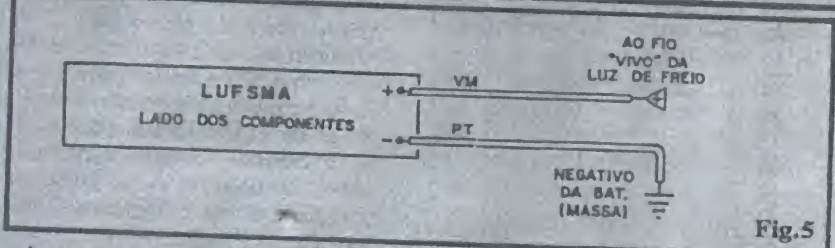
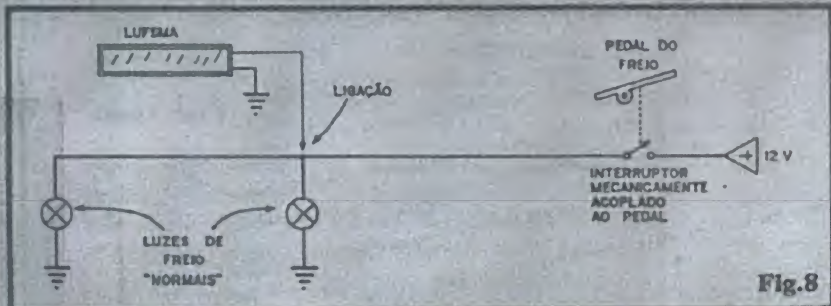

Fig.5
Fig.8
- FIG. 5 - CONEXÕES EXTERNAS À PLACA - LIGAÇÕES DE INSTALAÇÃO FINAL DA LUFMSA - São apenas dois os fios que vão da placa ao circuito elétrico original do veículo... Do ponto (-) da LUFMSA (a placa é vista, na figura, ainda pelo lado não cobreado...) um cabo (de preferência preto, como é convencional) deve ser ligado à "massa" ou chassis (negativo da bateria...) e do ponto (+) um cabo vermelho será levado ao terminal "vivo" de uma das lâmpadas de freio normais do veículo (aquele que recebe os 12V positivos quando o pedal é acionado...). As ligações de instalação final serão abordadas, ainda mais à frente (fig. 8).
- FIG. 8 - EXPLICANDO A ANEXAÇÃO DA LUFMSA AO SISTEMA DE "AVISO DE FREIAGEM" JÁ EXISTENTE NO VEÍCULO - O diagrama mostra o que "já existe" no ve-
culo, formado pelo par de luzes "normais" de freio, interruptor acoplado ao pedal, etc., juntamente com a conexão (muito simples) da LUFEMA... Notem que, com exceção da conexão de "massa" (negativo), a LUFEMA precisa apenas de ter um cabo ligado ao terminal "vivo" de uma (qualquer das duas...) lâmpada normalmente acionada pelo pedal do freio... É muito fácil acessar esse terminal, simplesmente removendo provisoriamente a cobertura, por dentro do porta-malas (ou do próprio compartimento do motor, no caso de carros com motor traseiro...), com o que ficará visível a parte traseira (conexões) do conjunto formado pelas lanternas, luzes de direção e luzes de freio. Identifique-se experimentalmente qual terminal corresponde à luz de freio (basta acionar o pedal, e verificar se a LUFEMA dá o seu aviso luminoso em sequencial convergente, ou não...) e pronto! Basta fazer a conexão definitiva, bem isolada e firme, puxando o fio pelo conveniente "caminho", passando-o pela tampa que normalmente existe atrás do banco traseiro do veículo! A ligação de "massa" poderá ser feita, com cabo mais curto, a qualquer ponto correspondente ao negativo do sistema elétrico, ou seja: no "chassis" do veículo, conforme indicam as figs. 5 e 8...